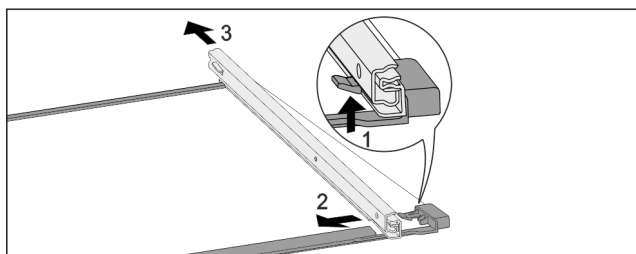

Fig. 190 Стеклянная пластина с направляющими
- ▶ Отожмите передний стопорный крючок вверх. Fig. 190 (1)
- ▶ Сдвиньте выдвижную направляющую в сторону Fig. 190 (2) и назад Fig. 190 (3).